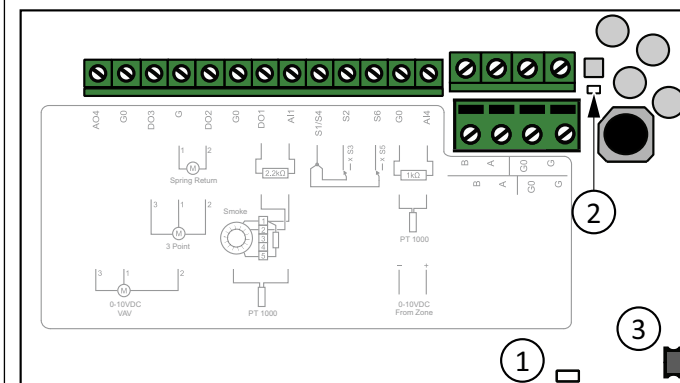

Figure 4 Inde i SCS-S2. 1 = LED-indikator for identifikation, 2 = LED-indikator for kommunikation, 3 = Trykknop
Når den er identificeret, begynder LED-indikator 1 på enheden at blinke, se *Figure 4*.
3. LED-indikator 1 på enheden blinker i ca. fem (5) sekunder, se *Figure 4*.
2. Tryk på knappen på enheden, se *Figure 4*
Det er muligt at nulstille enheden til fabriksindstillingerne med knappen, se Figure 4).
1. Tryk på knappen, og hold den inde i 10 sekunder. LED 1 (Figure 4) lyser rødt.